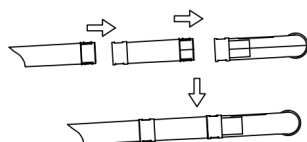

Fig. 5
- Monte los tres tubos de aspiración como se muestra en la ilustración (Fig. 5).